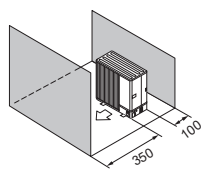

Fig. 2-13
- (5) Obstructions ou surfaces non dégagées à l'avant et à l'arrière uniquement (Fig. 2-13)